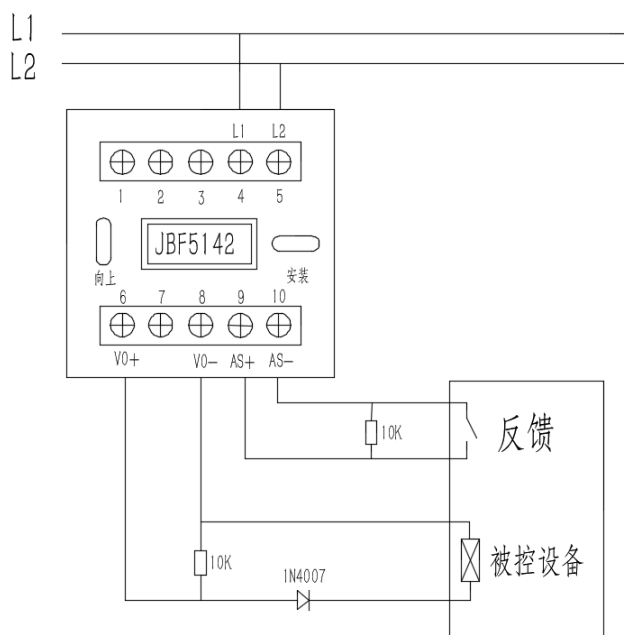

图 3 接线示意图
- ◆ 连接在 AS+和 AS-上的监视设备的动合端必须并联 10K Ω 终端电阻。见图 3。
- ◆ VO+（端子 6）、VO-（端子 8）：接被控设备（脉动触点）。模块启动后 VO+（端子 6）和 VO-（端子 8）可以脉冲输出或持续输出。见图 3。
- 注：**①脉冲输出：模块设备只提供 30V/1.5A/100ms 脉冲，不提供持续电压。
②持续输出：脉冲输出后还可持续输出维持 DC24V 继电器工作所需电流。